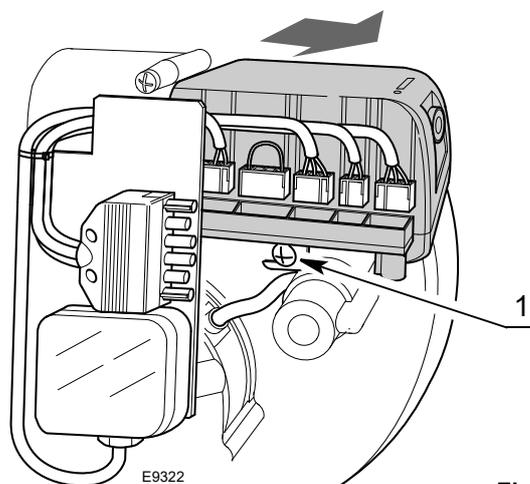

Fig. 17
- sconnettere tutti i connettori ad essa collegati, la spina a 6 poli, i cavi di alta tensione ed il filo di terra (TB);
- svitare la vite 1)(Fig. 17) e tirare l'apparecchiatura nel senso della freccia.
- avvitare la vite 1)(Fig. 17) con una coppia di serraggio da $1 \div 1,2$ Nm;